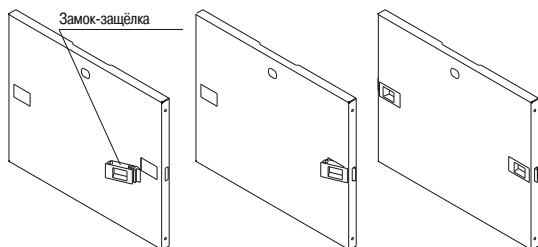

Рисунок 9
2.1 Вставьте в прямоугольные отверстия боковых панелей замки-защёлки (рисунок 9).